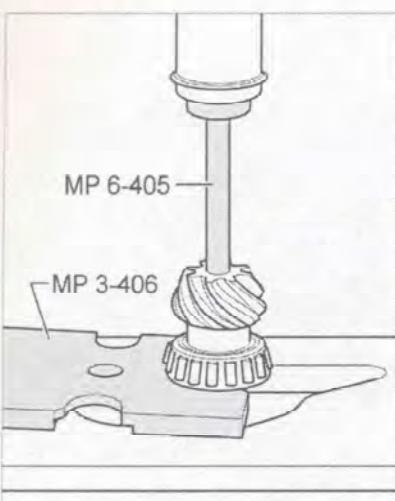

Рис. 7.273. Напрессуйте внутреннюю обойму большого роликоподшипника до упора с помощью специального инструмента.
10. Напрессуйте внутреннюю обойму большого роликоподшипника до упора с помощью специального инструмента (рис. 7.273).